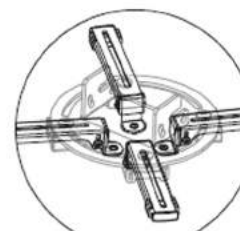

figure 15
3.) Montez le bras de fixation à l'envers et autour de la plaque de base si la distance entre les points de fixation est de moins de 120 mm. Reliez le bras de fixation avec les bonnes vis de fixation à la plaque de base (figure 15).